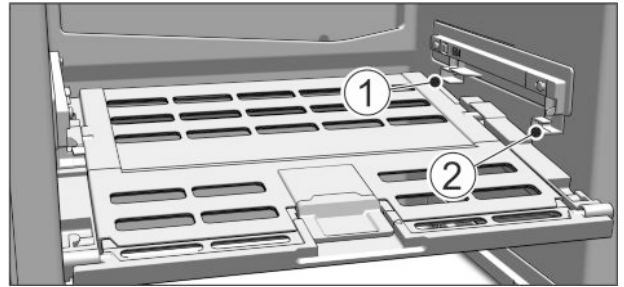

Fig. 10
- ▶ A zöldséges & gyümölcsös rekesz fedelének behelyezése: Alulról vezesse be a fedél bordáit a hátsó tartóba *Fig. 10 (1)*, elől pedig pattintsa be őket a tartóba *Fig. 10 (2)*.